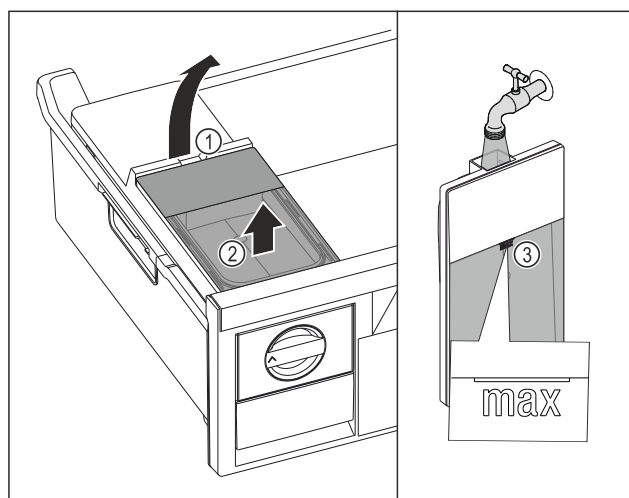

Fig. 150
- Повдигнете резервоара за вода при прореза Fig. 150 (1).
- Извадете резервоара за вода нагоре. Fig. 150 (2)
- Напълнете резервоара за вода до маркировката Fig. 150 (3) с питейна вода.